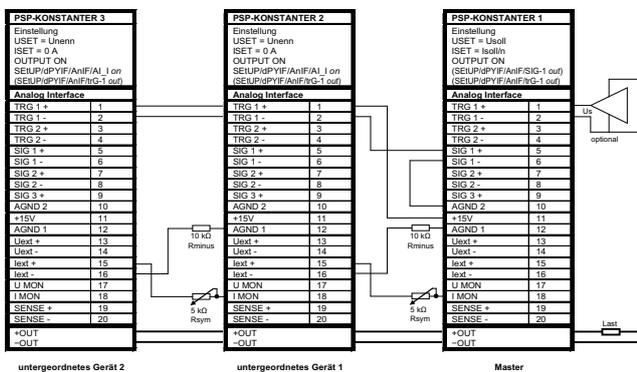

Bild 7.9.2 Verdrahtung für Master-Parallelschaltung
- Verkoppeln Sie Master- und untergeordnete Gerät(e) wie in Bild 7.9.2 dargestellt.
- Damit wie im Beispiel Bild 7.9.2 der OUTPUT ON Zustand der untergeordneten Geräte mit dem OUTPUT ON Zustand des Masters über die Signalausgangs- und Triggereingangsbeschaltung geschaltet wird, muss am Master „SETUP/dPYIF/AnIF/SIG-(x1) out“ und an den untergeordneten Geräten „SETUP/dPYIF/AnIF/trG-(x2) out“, (x1) und (x2) im Beispiel jeweils 1, eingestellt werden.